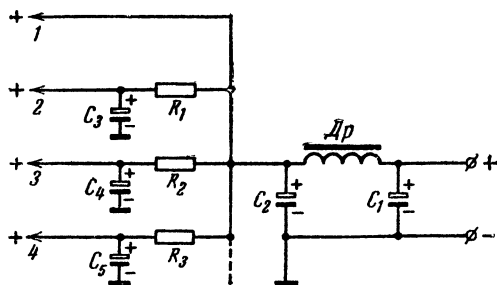

Рис. 9. Примерная схема фильтра и цепей развязки, число которых зависит от степени сложности схемы телевизора.
**Н.** — Мне кажется, дело осложняется тем, что телевизор много сложнее радиоприемника и поэтому содержит значительно больше фильтрующих и развязывающих ячеек в цепях питания (рис. 9). Небесполезно их перечислить. Тут можно найти: 1) входной конденса-